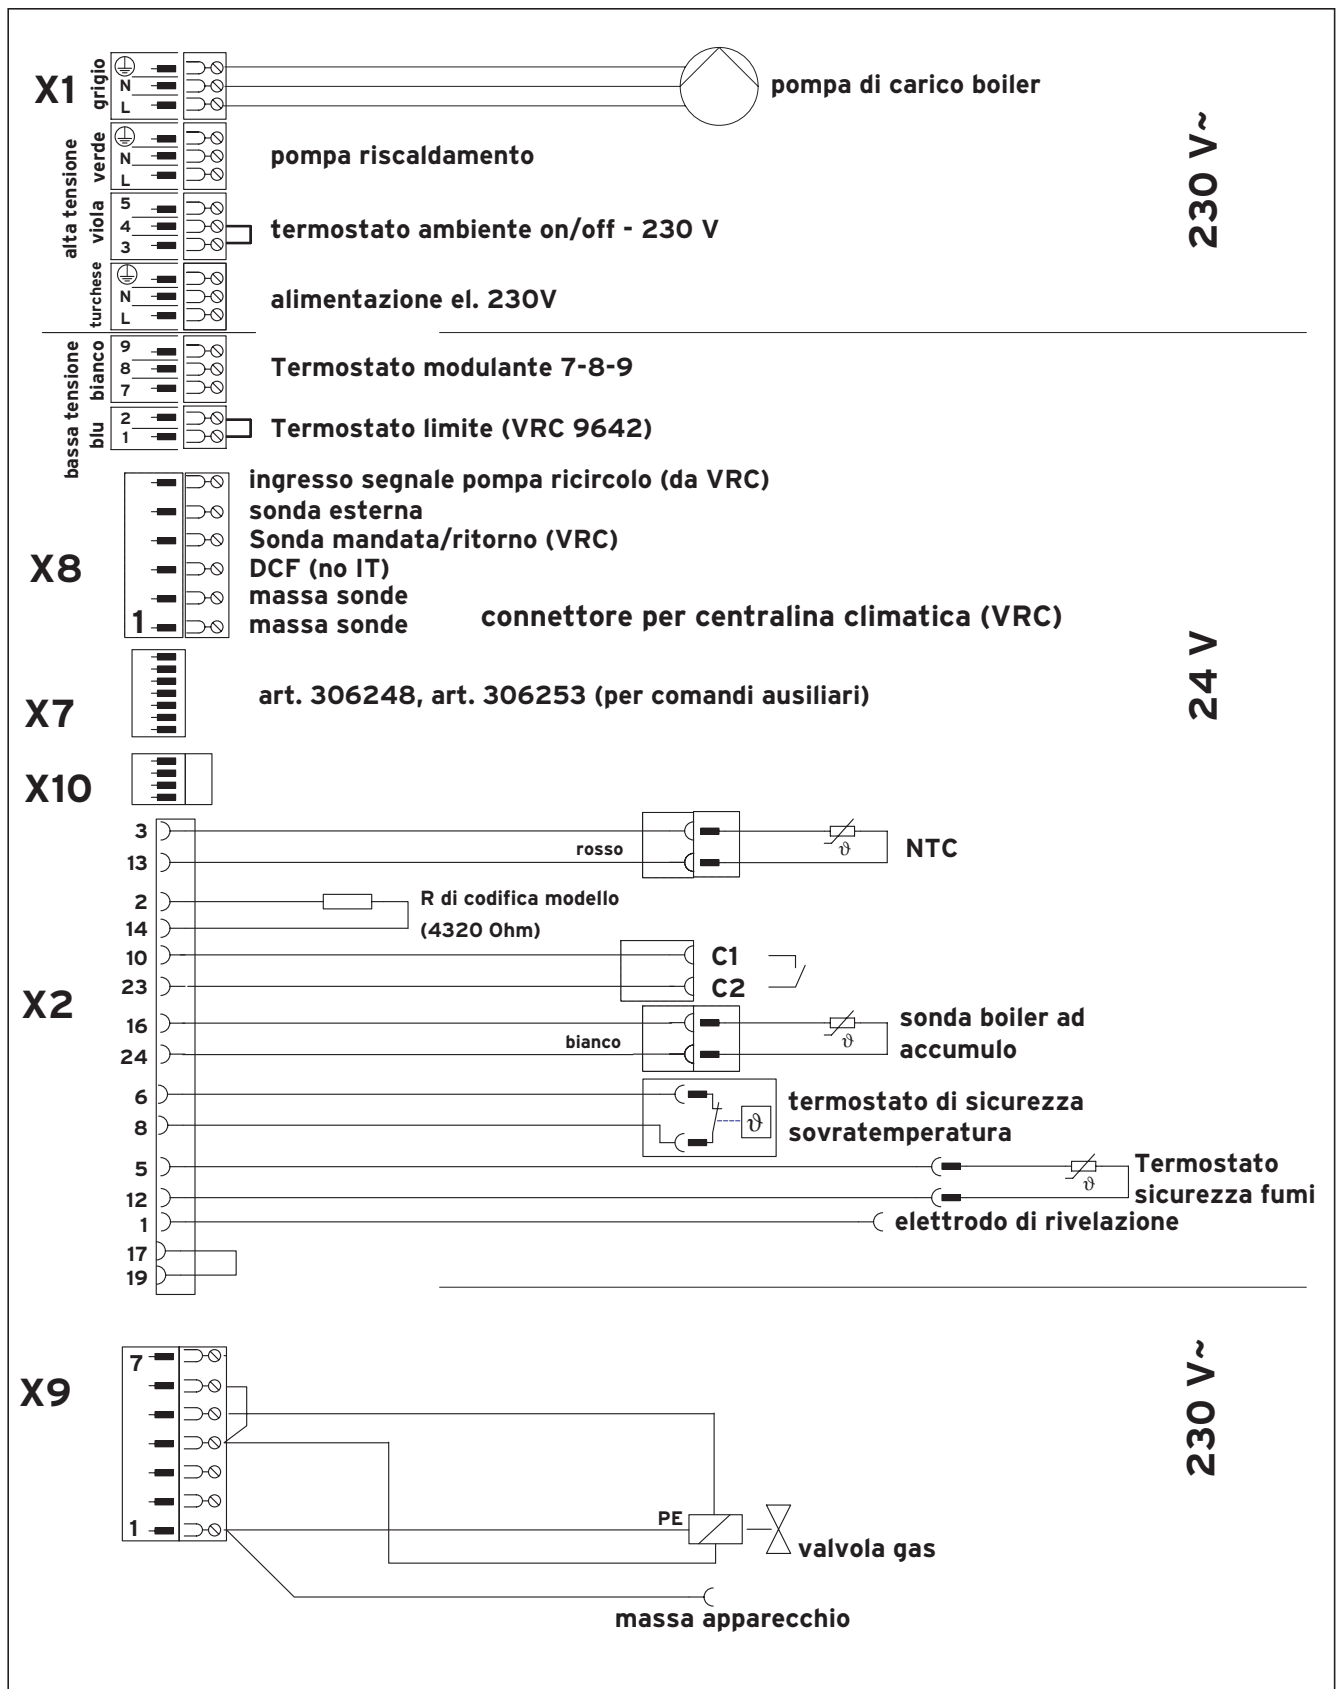

Fig. 4.5 Collegamenti elettrici dell'atmoVIT combi
- Collegare i conduttori di rete al connettore Pro E (ved. fig. 4.5 e 4.6).